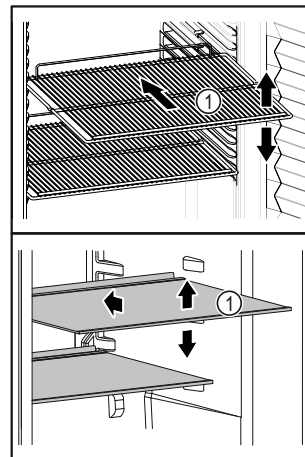

Fig. 53 Beispielhafte Darstellung
- Wenn Ablageflächen Fig. 53 (1) versetzbar sind, Ablageflächen je nach Höhe anpassen.